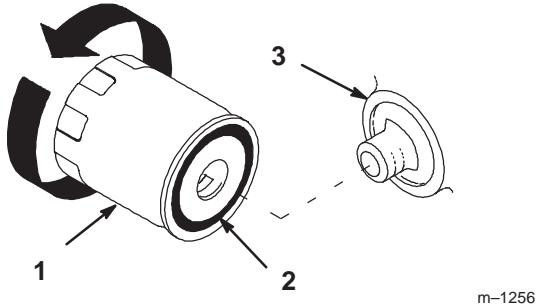

Figure 43
2. Déposez le filtre à huile usagé et essuyez la surface du joint de l'adaptateur (Fig. 43).
4. Appliquez une fine couche d'huile neuve sur le joint en caoutchouc du filtre de rechange (Fig. 43).
5. Posez le filtre à huile de rechange sur l'adaptateur. Tournez le filtre dans le sens horaire jusqu'à ce que le joint en caoutchouc rejoigne l'adaptateur, puis donnez 1/2 tour supplémentaire (Fig. 43).